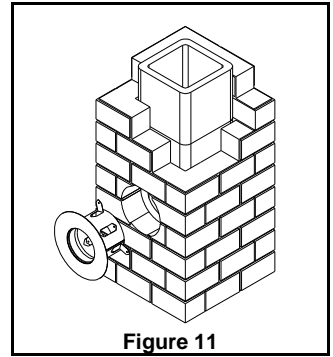

Figure 11
6. Installez l'adaptateur pour maçonnerie (PAM). Pliez les pattes vers l'extérieur et pressez fermement l'adaptateur pour maçonnerie dans le coupe-feu existant de la cheminée de maçonnerie (Figure 11). Les pattes fixent l'adaptateur en place.